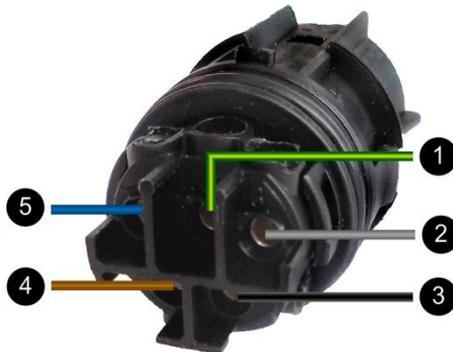

Abbildung 8: Belegung AC-Stecker (Anschlussseite)
- Die Adern gemäß Abbildung 8: Belegung AC-Stecker (Anschlussseite) in die Schraubanschlüsse im Kontakteinsatz einführen und festschrauben.